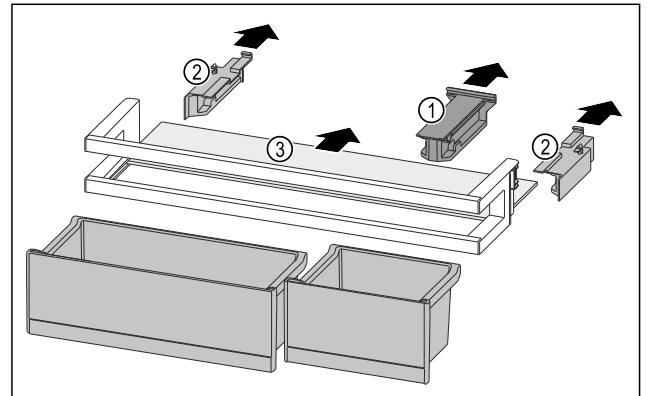

Fig. 88
- ▶ Bevestigingsdeel Fig. 88 (1) wegtrekken.
- ▶ Zijdelen Fig. 88 (2) wegtrekken.
- ▶ Draagplateau Fig. 88 (3) verwijderen.